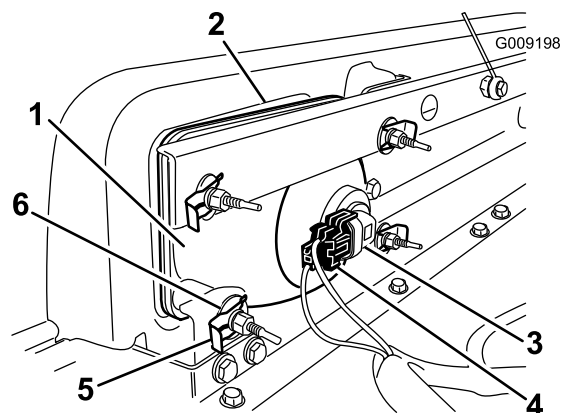

図 34
2. ヘッドライト・アセンブリ全体を前に押し出して、前バンパーから外す(図 34)。
3. 取り付け穴に新しいヘッドライトを取り付ける (図 34)。柱状の合いマーク突起がバンパー側の取り付けブラケットの穴にそろそろように取り付けること。